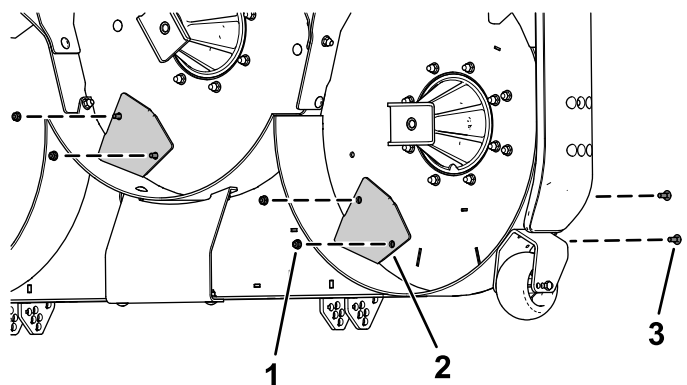

Figura 5
2. Fissate i 2 spingitori al piatto di taglio utilizzando 4 bulloni a testa tonda (5/16" x 7/8") e 4 dadi flangiati (5/16") come illustrato nella Figura 5.